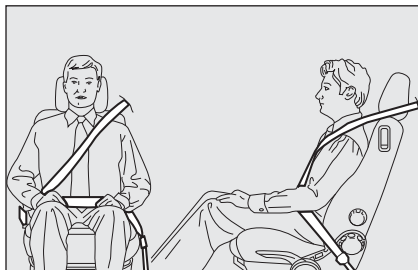

fig. 7
**ATTENTION** La sangle de la ceinture ne doit pas être entortillée. La partie supérieure doit passer sur l'épaule et traverser la poitrine en diagonale. La partie inférieure doit adhérer au bassin (comme indiqué dans la **fig. 7**) et non pas à l'abdomen du passager. Ne pas utiliser de dispositifs (pinces, arrêts, etc.) qui empêchent l'adhérence au corps des passagers.